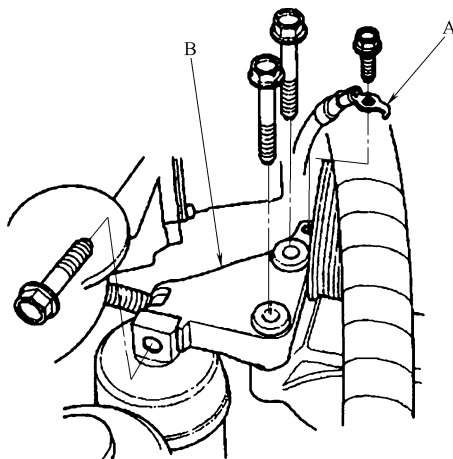

图 23-4 从发动机支架 B 上拆下接地线 A
- 9) 把接地线 A 从发动机支架 B 上拆下（图 23-4）。